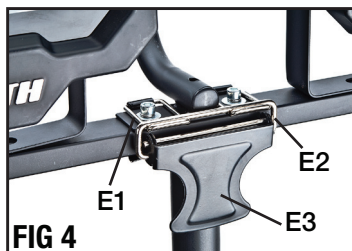

FIG 4
1. Placer l'ensemble de lumière de travail sur le dessus du trépied. Insérez les extrémités inférieures des deux vis à six pans (10) en deux trous sur le support d'appui (E).
2. Utiliser le système de verrouillage de support (E1, E2 et E3) pour fixer l'ensemble de la lumière de travail sur le trépied comme représenté sur la figure 4.